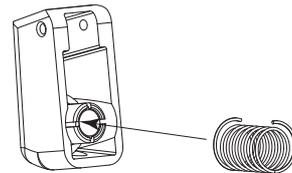

Abbildung 2
- Die Feder wie in Abb. 2 angegeben um den Magneten herum einsetzen.
- **Schritt 4:** Die Kabelklemme (2) lösen. Die Stopfbüchse (1) mit einem 19er Flachschlüssel lösen; die drei Schrauben (3) aus der Fußplatte (4) schrauben, um sie vom Griffstück zu trennen und die Fußplatte senken, um die Klemmschraube (5) des gelb-grünen Erdungskabels zu lösen.
- **Schritt 5:** Mit einem flachen Schraubendreher das Gehäuse (Hall-Effekt-Sensor – Nr. 8 in Abb. 2) aus seiner Halterung hinter dem Abzug im oberen Teil des Griffstückes lösen.
- **Schritt 6:** Die Karte (Nr. 6 in Abb.2) vom Griffstückboden schrauben und aus dem Griffstück nehmen.
- **Schritt 7:** Den schwarzen Stecker (Nr. 9 in Abb.2) ziehen.
- **Schritt 8:** Die auf der Abschirmung der Elektronikarte befindlich Kabelklemme (Nr. 7 in Abb.2) abschrauben.
- **Schritt 2:** Das Kabel unter Beachtung seiner Lage in das Griffstück einfädeln (siehe Abb. 2). **Achtung: Das Kabel nicht in die Aufnahme des Pulverkanals einführen.**
- **Schritt 3:** Die Kabelklemme (Nr. 6 in Abb. 2) auf der Abschirmung der Karte befestigen und dabei auf die Lage achten.
- **Schritt 5:** Die Karte (Nr. in Abb. 2) mit den beiden Schrauben am Boden des Griffstücks befestigen.
- **Schritt 6:** Das Sensorgehäuse (Nr. 7 in Abb. 2) in seine Halterung einsetzen.
- **Schritt 7:** Das gelb-grüne Kabel (Nr. 4 in Abb. 2) auf der Fußplatte des Griffstücks befestigen.